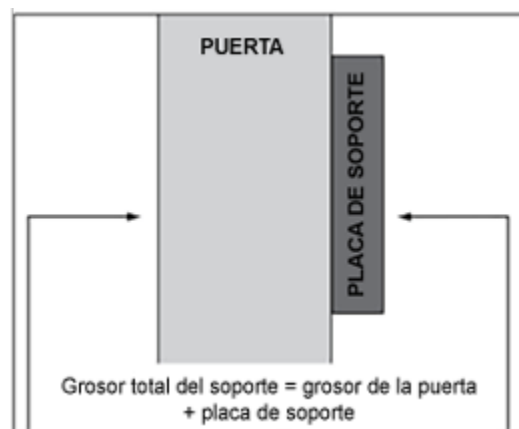

Ilustración 8
4. Mida el grosor total del soporte (grosor de la puerta + placa de soporte). (Ilustración 8)